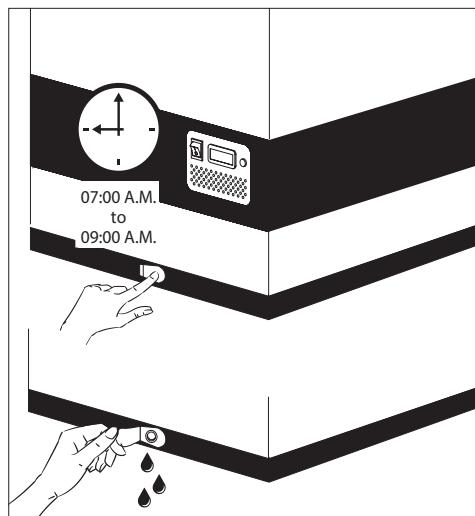

图 7
1. 关闭 ON/OFF 按钮断开电源。重要提示！仅关闭冷柜的电源。（见图 7）